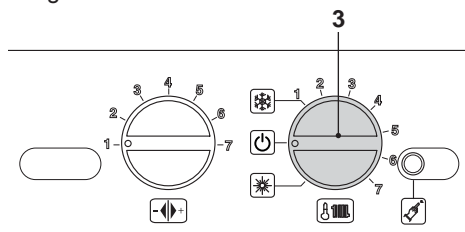

Figura 6.9
- Spegnere la caldaia portando il selettore di funzione 3 sulla posizione  come in Figura 6.9.